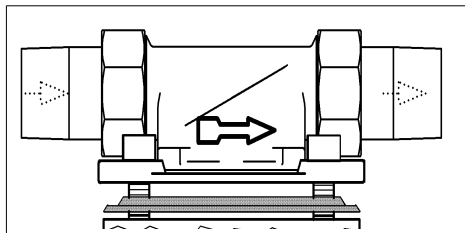

Fig. 1: Flangia orientabile
- Direzione del flusso (vedere Fig. 1)